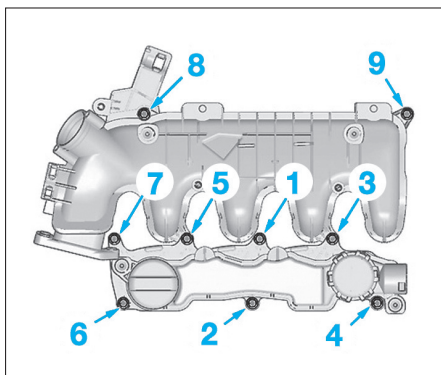

Fig. 41
- Respecter l'ordre de serrage du déshuileur (Fig.41).